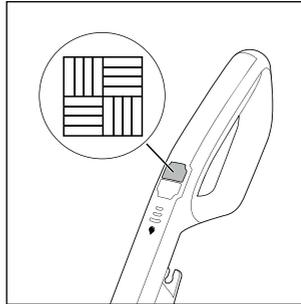

Fig. 13
- ◆ Tryk på kontakten hårdt gulv  **14** for at tænde for produktet (se fig. 13). LED i kontakten hårdt gulv  **14** lyser blåt.
- ◆ Tryk på kontakten hårdt gulv  **14** igen for at slukke for produktet (se fig. 13).